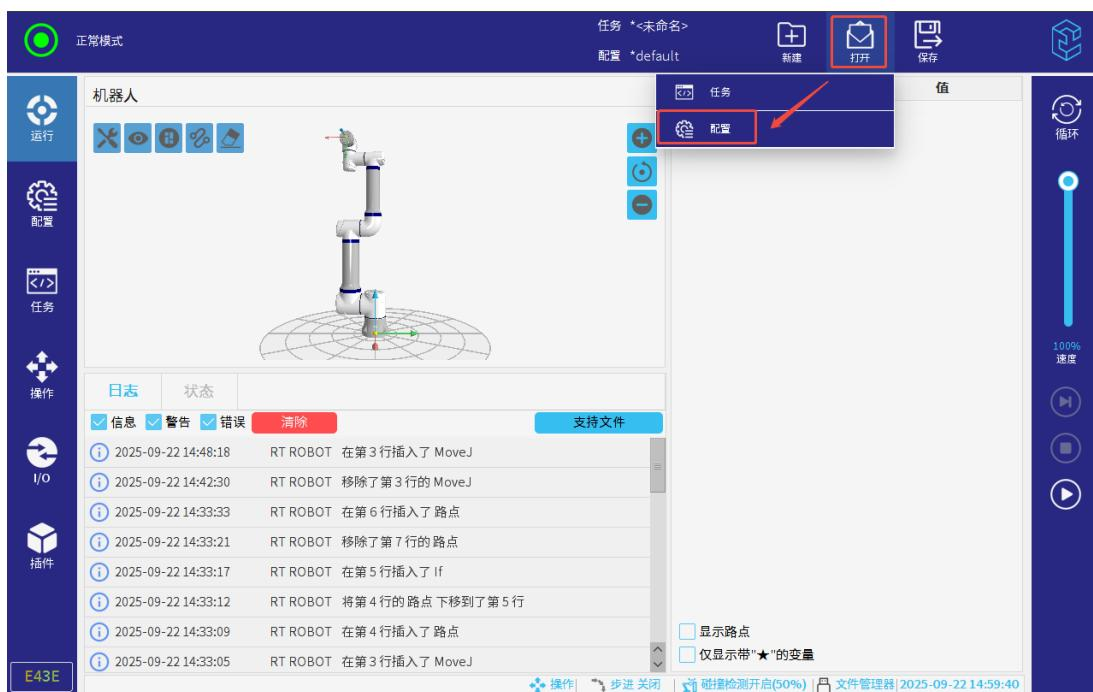

图 3-10: 打开配置文件
- 在任务和配置管理器中，点击“打开”，然后选择“配置”，如图3-10所示。